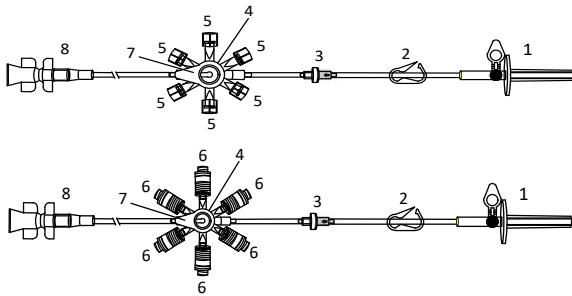

Fig. 1. Predisposizione della camera di gocciolamento
3. Se applicabile, chiudere il cappuccio con presa d'aria sul perforatore (1).
4. Assicurarsi che la manopola di RondelO (7) sia nella posizione Lavaggio.
5. Chiudere la clamp a strozzatura (2) dell'adattatore del set EV RondelO.
8. Svitare il cappuccio dell'attacco del perforatore (8).
10. Inserire il set EV a tutta lunghezza nell'attacco del perforatore (8) dell'adattatore per set EV RondelO.
11. Aprire la clamp a strozzatura (2) sull'adattatore per set EV RondelO.
12. Tenere la camera di gocciolamento inclinata e rivolta verso il basso e posizionarla allo stesso livello di RondelO, aprire la roller clamp del set EV e riempire la camera di gocciolamento come illustrato nella Fig. 1.